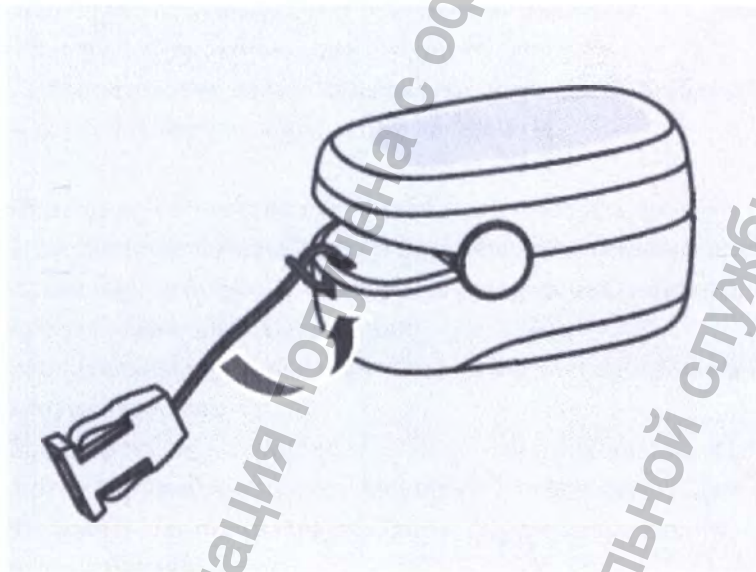

Рис. 4 – Закрепление шнура
3. Выполните установку, как показано на рис. 4.